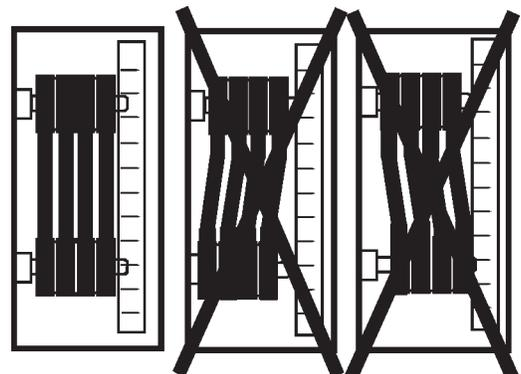

Abb. 16. Parallelität der Keilriemen
2. Die Parallelität von Keilriemen und Riemenscheiben prüfen (Abb. 16). Ein Richtscheit oder einen Anschlagwinkel an beide Riemenscheiben anlegen und diese bis zur korrekten Ausrichtung einstellen.